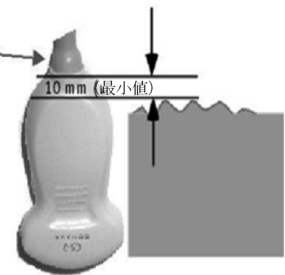

図1 プローブ浸漬水位の限度
- 2) 本品を消毒剤に浸漬する場合は、規定されている位置（プローブ筐体の上部先端より10mm下）より深く浸漬しないこと（図1参照）。プローブピンには消毒剤をかけないように注意すること。また、45分を超えて浸漬しないこと。[故障の原因となる可能性がある。]